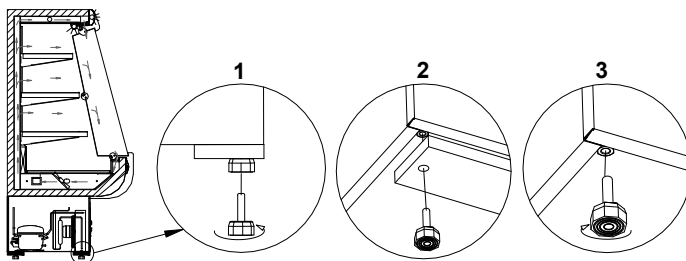

Abb.2 Entfernung der Holzbühne
- Die Anlage auspacken und auf der Grundlage vorhandene Holzbühne entfernen. Abb.2 (S.21)